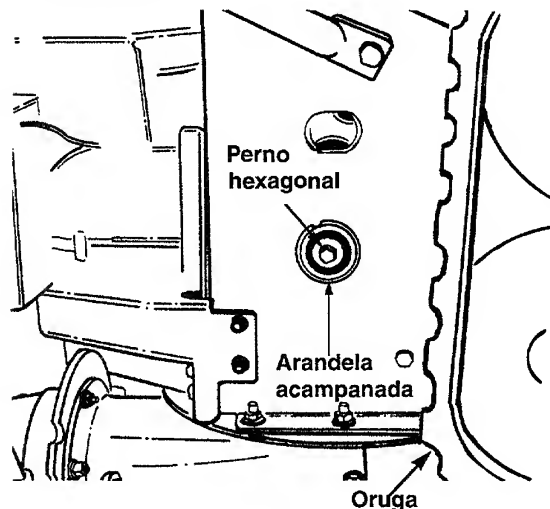

Figura 27
- Usando una llave de 7/8" para sujetar el eje, afloje, pero no extraiga completamente el perno hexagonal y la arandela acampanada del extremo izquierdo del eje. Vea la figura 27.